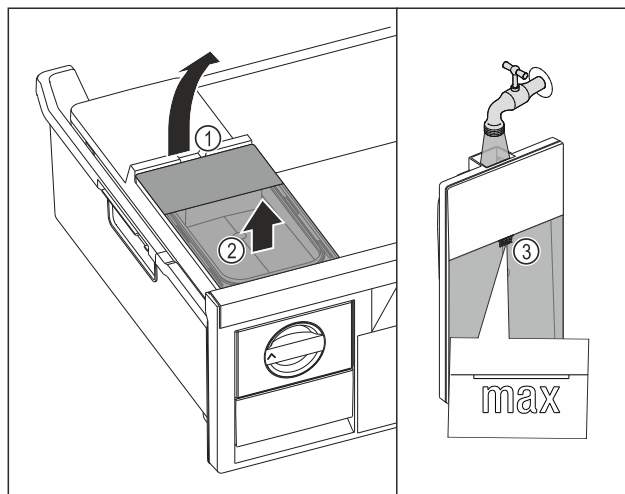

Fig. 67
- Поднимите бак для воды за выемку Fig. 67 (1).
- Извлеките бак для воды движением вверх Fig. 67 (2)
- Наполните бак для воды питьевой водой до отметки Fig. 67 (3).